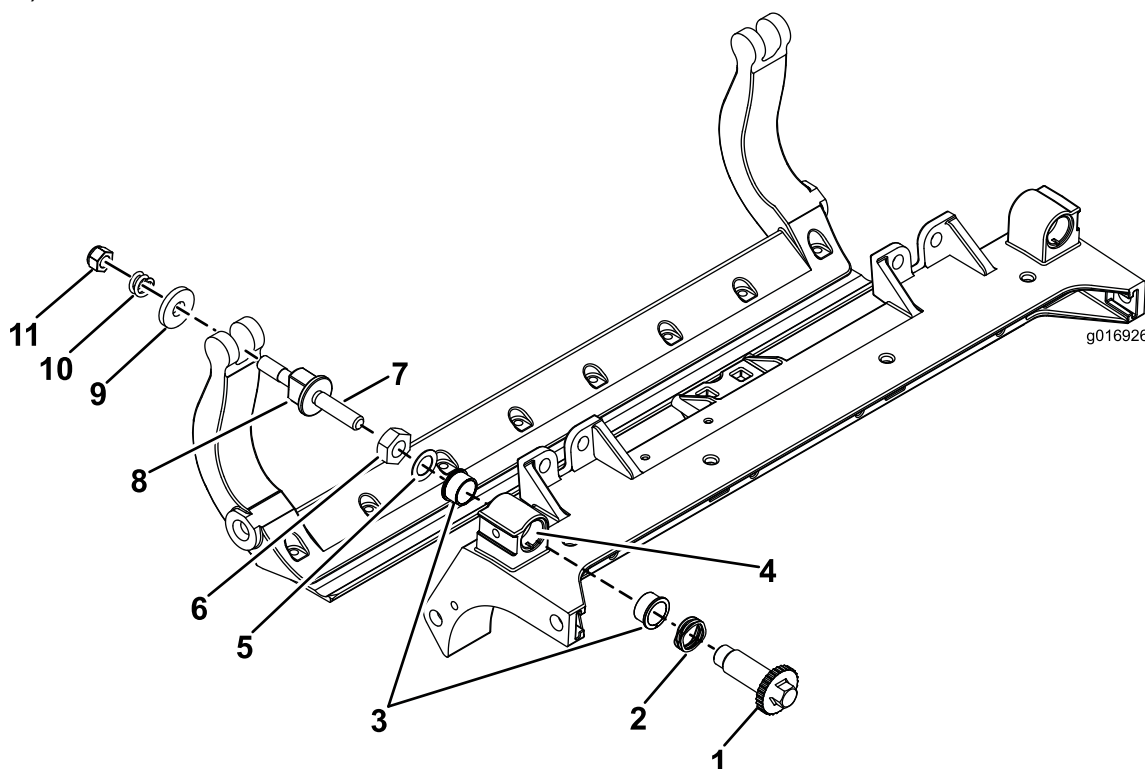

Figura 40
1. Rimuovete tutti i componenti (fate riferimento alle *Istruzioni per l'installazione* del kit DPA HD e a Figura 40).
2. Applicate del lubrificante antigrippaggio all'interno dell'elemento in cui vanno montate le boccole, sul telaio centrale dell'apparato di taglio (Figura 40).
3. Allineate le chiavette sulle boccole flangiate alle scanalature sul telaio e montate le boccole (Figura 40).
4. Montate una rondella ondulata sull'albero del dispositivo di regolazione e inserite l'albero all'interno delle boccole flangiate sul telaio dell'apparato di taglio (Figura 40).
5. Fissate l'albero del dispositivo di regolazione con una rondella piana e un dado di bloccaggio (Figura 40).
12. Posizionate una rondella in acciaio all'esterno di ciascuna rondella in nylon (Figura 40).
Nota: Le rondelle all'interno possono avere del gioco (Figura 40).
15. Serrate il dado su ciascun gruppo di regolazione della barra di appoggio fino a comprimere completamente la molla di compressione, quindi allentate il dado di 1/2 giro (Figura 40).